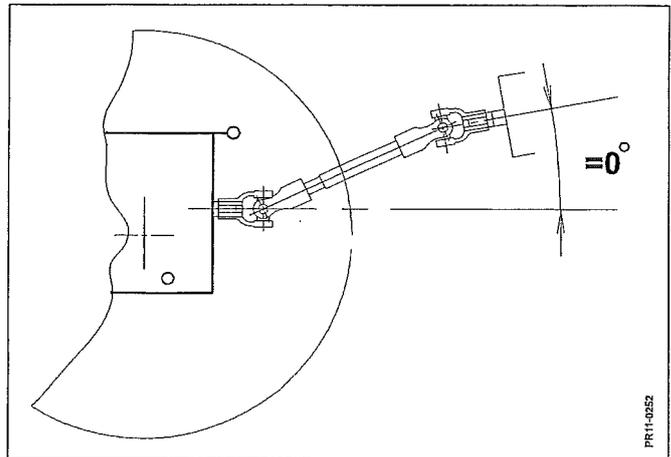

Fig. 2-8
- Fig. 2-8 e) Die Zapfwelle des Schleppers (PTO) und der Zapfwellenanschluß der Maschine (PIC) müssen möglichst parallel sein, d.h. der Winkel zwischen den beiden so nahe an 0° wie möglich.